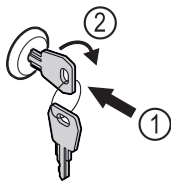

Fig. 196 Példaként szolgáló ábrázolás
- ▶ Dugja be a kulcsot Fig. 196 (1).
- ▶ Forgassa el a kulcsot 90°-kal az óramutató járásával meggyező irányba Fig. 196 (2).